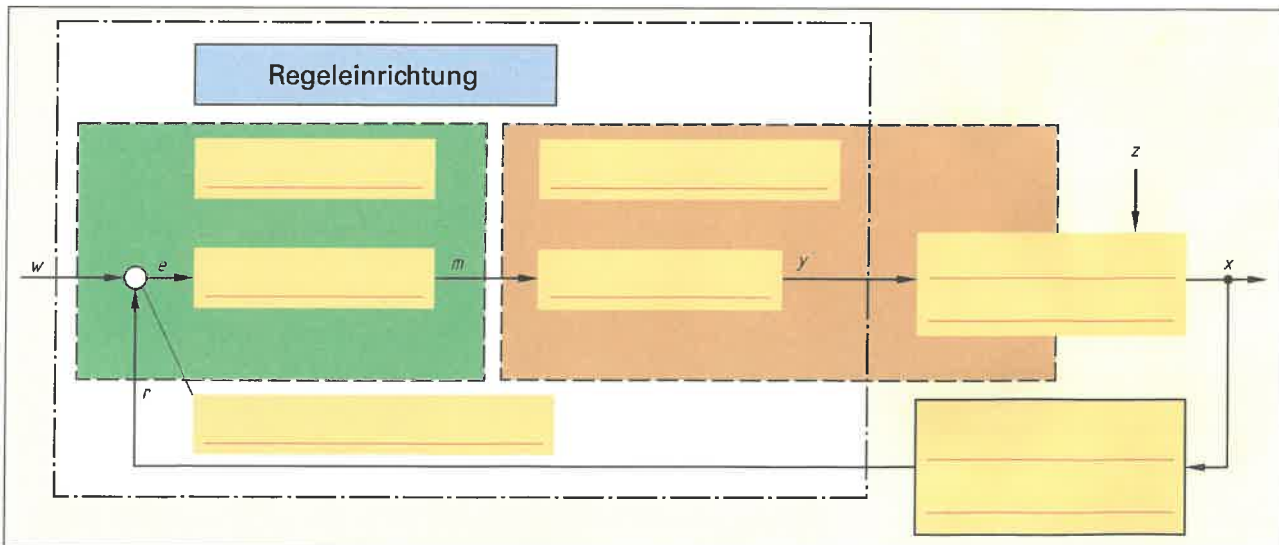

Bild 2: Regelkreis
3. Beschriften Sie die fehlenden Bezeichnungen der Darstellung eines Regelkreises (**Bild 2**).